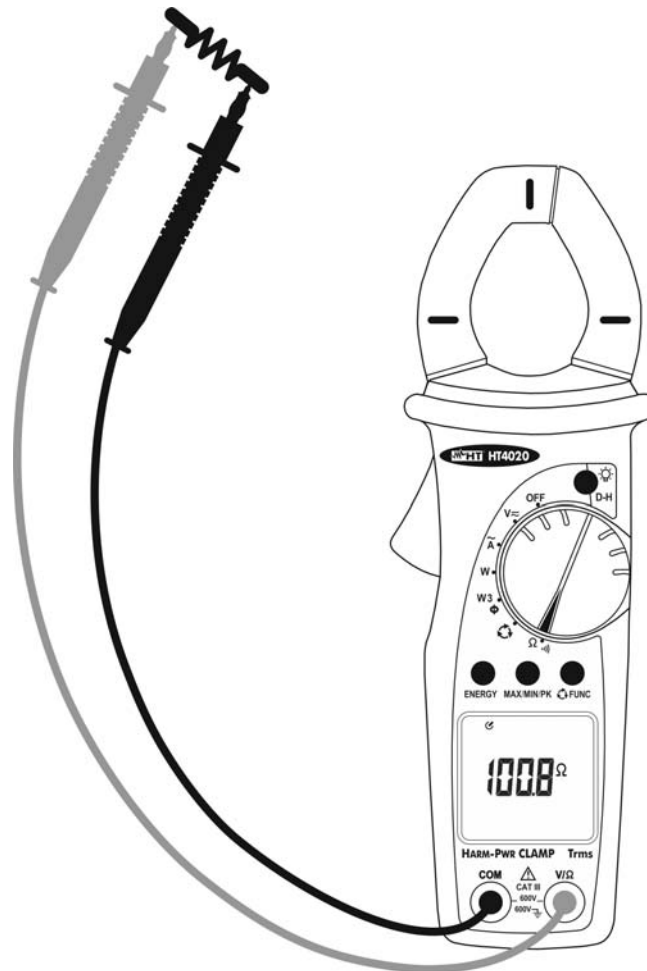

Fig. 7: Medidas de Resistencia y prueba de continuidad
3. Posicione las puntas de prueba en el punto deseado del circuito en examen (ver Fig. 7), el valor de la resistencia será visualizada.